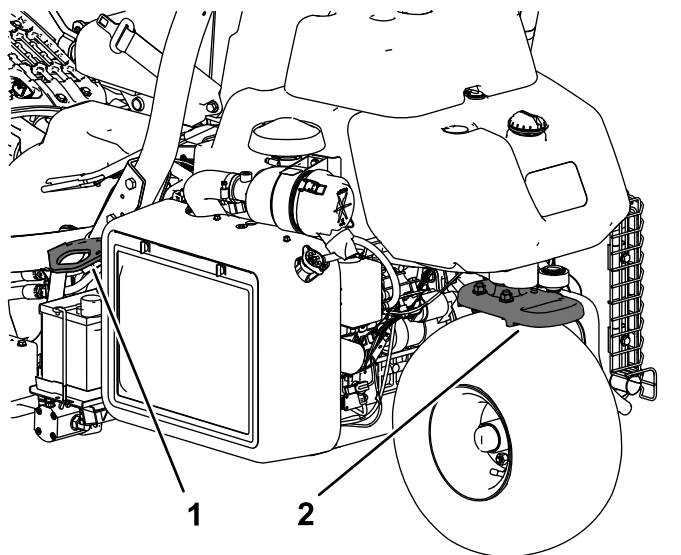

Figura 25
- Prenda a máquina de forma segura utilizando correias, correntes, cabos ou cordas. As correias frontais e traseiras devem estar dirigidas para baixo e para fora da máquina. (Figura 25).